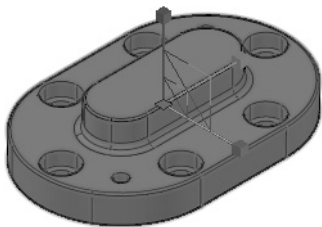

图 14-84 显示缩放小控件
- 2 选择要缩放的对象和子对象。注意按住〈Ctrl〉键选择子对象(面、边和顶点),而释放〈Ctrl〉键可选择整个对象。选择所有对象后,按〈Enter〉键。选定的对象或对象的中心处将显示缩放小控件,如图 14-84 所示。